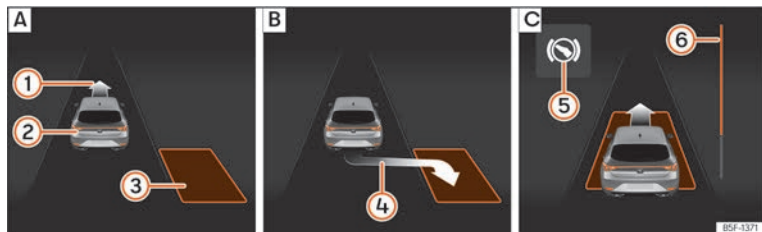
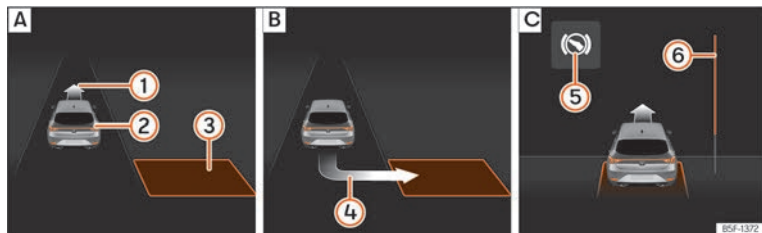

Fig. 200 En la pantalla del cuadro de instrumentos: aparcar en línea. **A** Buscar un hueco de aparcamiento. **B** Posición para aparcar. **C** Maniobrar.
Fig. 201 En la pantalla del cuadro de instrumentos: aparcar en batería. **A** Buscar un hueco de aparcamiento. **B** Posición para aparcar. **C** Maniobrar.
- Mire en la visualización de la pantalla del cuadro de instrumentos si se ha detectado el hueco como “apropiado” y si ha alcanzado la posición correcta para aparcar »» fig. 200 **A** o »» fig. 201 **B**. El hueco habrá sido consi-
• Retroceda hasta que suene la señal continua del ParkPilot; **O BIEN:** retroceda hasta que en la pantalla del cuadro de instrumentos aparezca la indicación de dar marcha adelante »» fig. 200 [C] o »» fig. 201 [C]; **O BIEN:** retroceda hasta que en la pantalla del cuadro de instrumentos aparezca el mensaje **Park Assist finalizado**. La barra de progreso ⑥ indica la distancia que hay que recorrer »» pág. 310.
• Pise el pedal del freno hasta que el sistema de aparcamiento asistido termine de realizar los giros del volante; **O BIEN:** hasta que se apague el símbolo ⑤ en la pantalla del cuadro de instrumentos.
adelante y marcha atrás hasta centrarlo en el hueco »» fig. 200 [C] o »» fig. 201 [C].
»» fig. 200 ⑥ y »» fig. 201 ⑥ muestra simbólicamente en la pantalla del cuadro de instrumentos la distancia relativa que aún queda por recorrer. Cuanto mayor es la distancia, más llena está la barra de progreso. Al circular marcha adelante, el contenido de la barra de progreso disminuye hacia arriba, y al circular marcha atrás, disminuye hacia abajo.